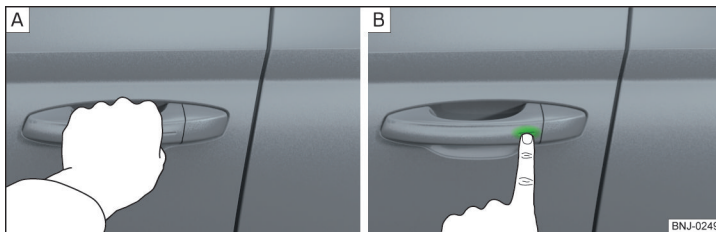

Fig. 44 Descuierea / încuierea autovehiculului
➤ Trageți de mânerul portierei, pentru a descuia autovehiculul » fig. 44 - .
► Pentru a **încuia** autovehiculul, atingeți cu degetul senzorul din mânerul portierei » fig. 44 - [B].